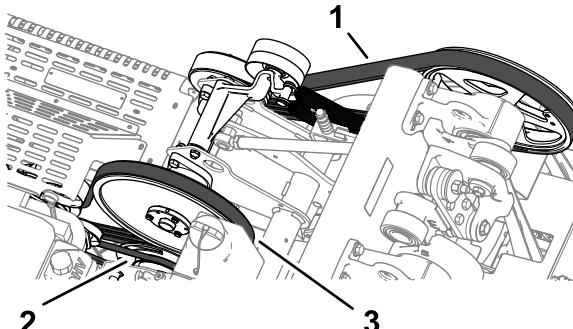

Bild 175
2. Untersuchen Sie die Riemen der Hydraulikpumpe, der Hubwelle und der Kurbelwelle (Bild 175) auf Schäden, Verschleiß, übermäßige Risse oder große eingedrückte Fremdkörper.